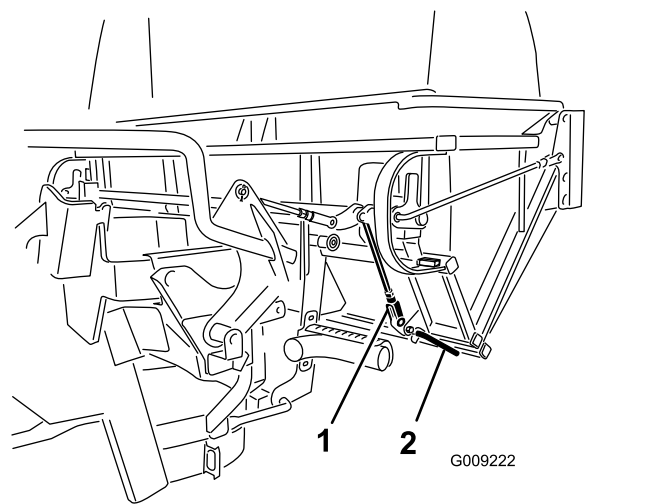

Figura 49
4. Assurez-vous que les verrous sont complètement engagés et touchent la tige soudée à la trappe (Figura 49).